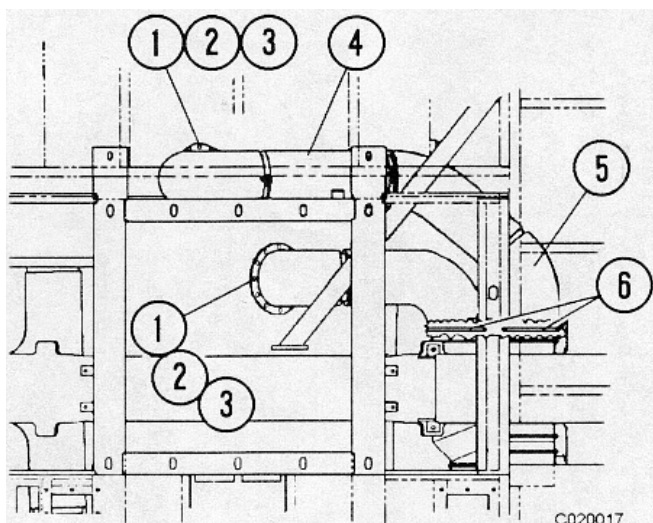

FIGURA 2-4 TUBERIA DEL ESCAPE DEL MOTOR
9. Retire las abrazaderas del ducto de escape (6, Figura 2-4). Saque los tornillos (1), las golillas de seguridad (2) y las tuercas (3) que sujetan las tuberías de escape a la pestaña de salida del turbocargador. Saque los ductos de escape (4 y 5). Cubra la abertura de las salidas de escape del motor.
4. Monte los soportes del ducto de admisión de aire del motor. Vuelva a montar los ductos de admisión entre los turbocargadores y los ductos de salida del depurador de aire (vea Figura 2-3) y asegure firmemente con abrazaderas para asegurarse de que estén realmente selladas. (Consulte las Figuras 2-3 y 2-9 para una correcta instalación y ejemplos de alineación). Monte los ductos de escape (4 & 5 Figura 2-4) en las pestañas de salida del turbocargador y las tuberías en la viga transversal del bastidor.